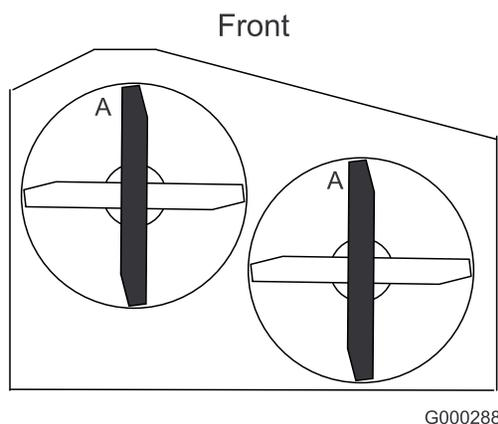

Figure 48
3. Tournez les lames dans le sens longitudinal. Mesurez la distance entre la surface plane et le tranchant (position **A**) des lames (Figure 48). Notez cette valeur.